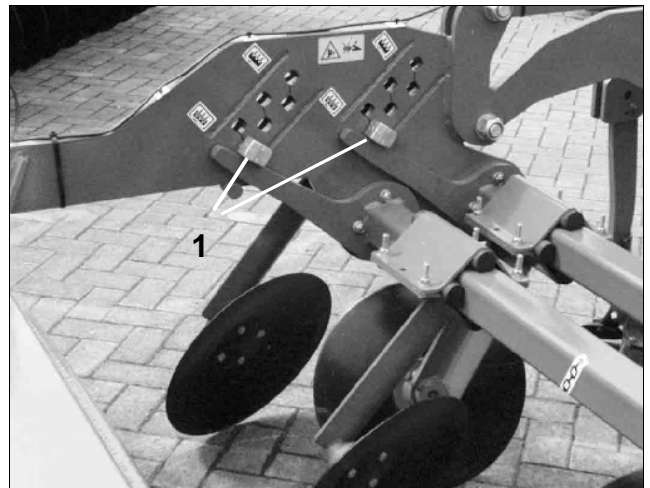

Fig. 11
- Excenterbolzen (Fig. 11/1) höher/tiefer setzen und/oder drehen.